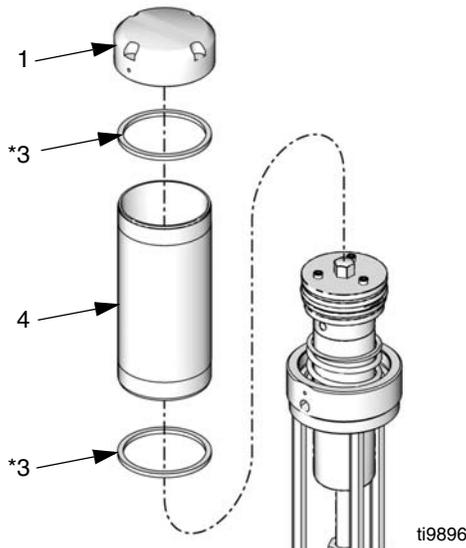

FIG. 10
1. Retire el capuchón (1), el cilindro (4) y las juntas cuadradas (3\*). Inspeccione todas las piezas incluido el muelle situado bajo el capuchón (no mostrado FIG. 10) en busca de daños y sustituya todo lo necesario. Vea FIG. 10. Destornille a mano o con una llave de cadena para no distorsionar la forma del cilindro.